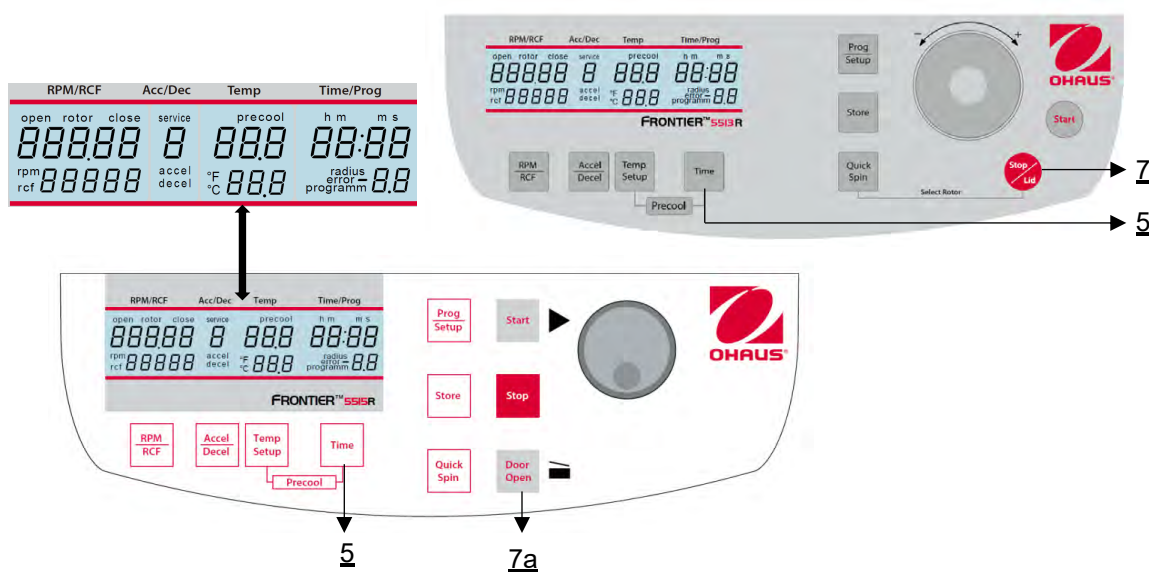

Figure 25
Ouvrir le couvercle de la centrifugeuse et couper l'interrupteur principal. Rallumez ensuite l'interrupteur principal. Pendant environ 3 secondes, le nom du modèle s'affiche à l'écran ainsi que la version actuelle du logiciel. Pendant ce temps, appuyez simultanément sur les touches "**Time**" (5) et "**Stop/Lid**" (7). Un test d'affichage est alors effectué pendant environ 3 secondes. Tous les indicateurs s'affichent en même temps (voir figure 25).